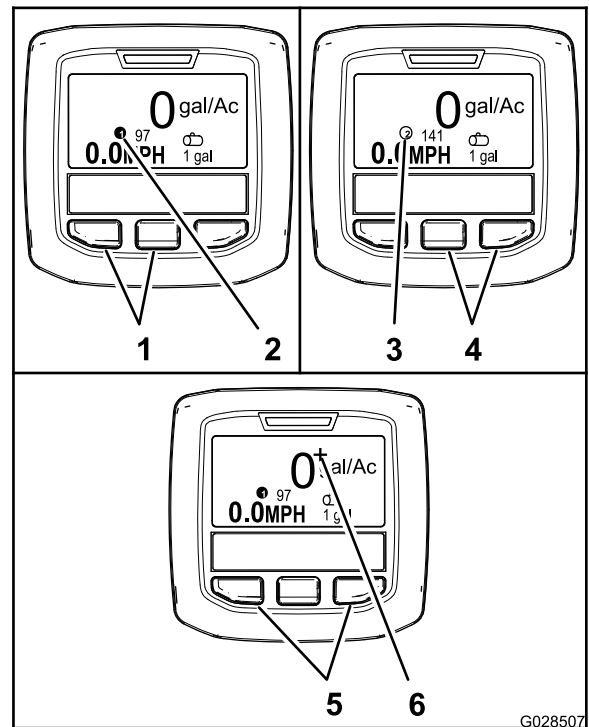

Figure 65
- Pour sélectionner le débit d'application 1, appuyez sur les 2 boutons de gauche de l'InfoCenter (Figure 65).
**Remarque:** Une icône ① s'affiche.
- Pour sélectionner le débit d'application 2, appuyez sur les 2 boutons de droite de l'InfoCenter (Figure 65).
**Remarque:** Une icône ② s'affiche.
- Pour intensifier temporairement le débit d'application, appuyez de manière prolongée sur les 2 boutons extérieurs (Figure 65).